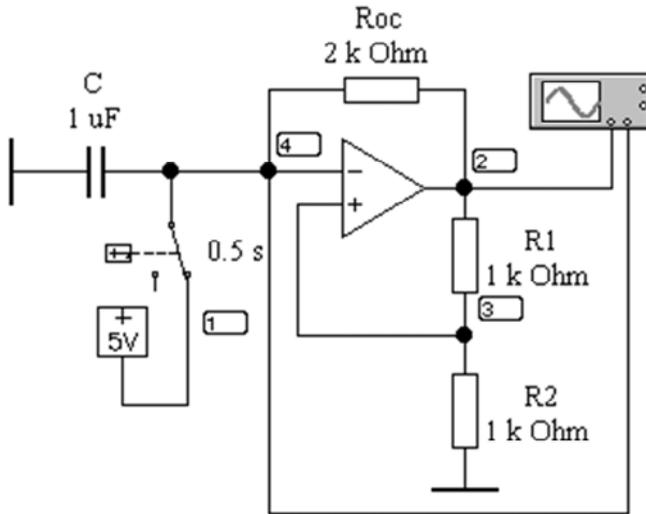
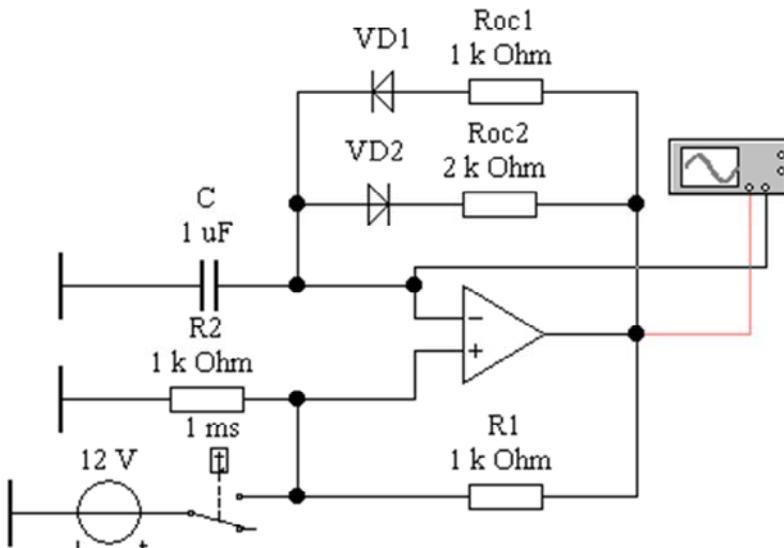

Рис. 10.9. Мультивибратор на ОУ (файл `multiv_oa.ewb`)
Рис. 10.10. Несимметричный мультивибратор на ОУ (файл `mult_nes.ewb`)
9. Исследовать мультивибратор на ОУ (файл **multiv_oa.ewb**, рис. 10.9). Определить по осциллографу длительность импульса, длительность паузы, период и частоту, сравнить результаты с вычисленными по формулам в окне *Description*. Оценить влияние R_1 , R_2 , $R_{ос}$, C на эти параметры. Для несимметричного мультивибратора (файл **mult_nes.ewb**, рис. 10.10) определить скважность импульсов Q , выяснить, какие элементы влияют на Q .